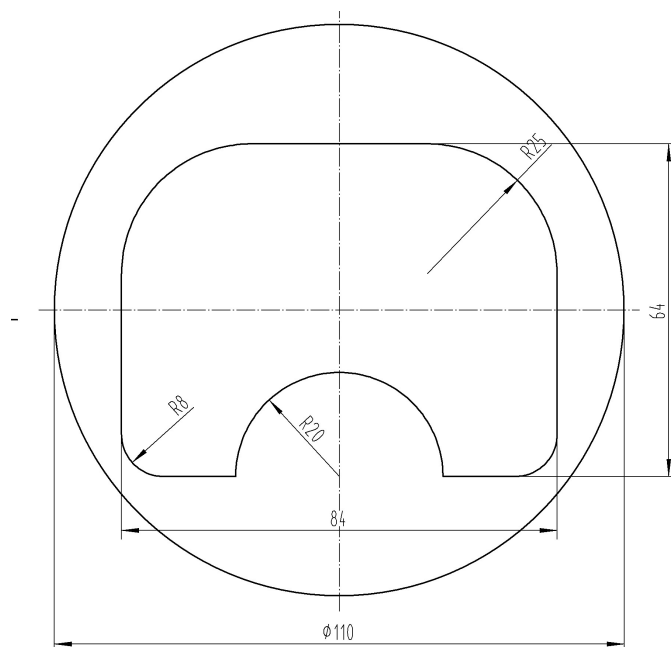

图 11: 复习实例 2
- 5、在数控铣床或加工中心上加工如图11所示的零件,试完成程序的编写。(试用 I、J、K 编写,凸台高 5mm)